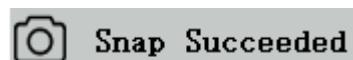

Fig. 21
- 2. L'écran affiche "Snap Succeeded", ce qui signifie que la photo a été prise avec succès. (Fig. 21)